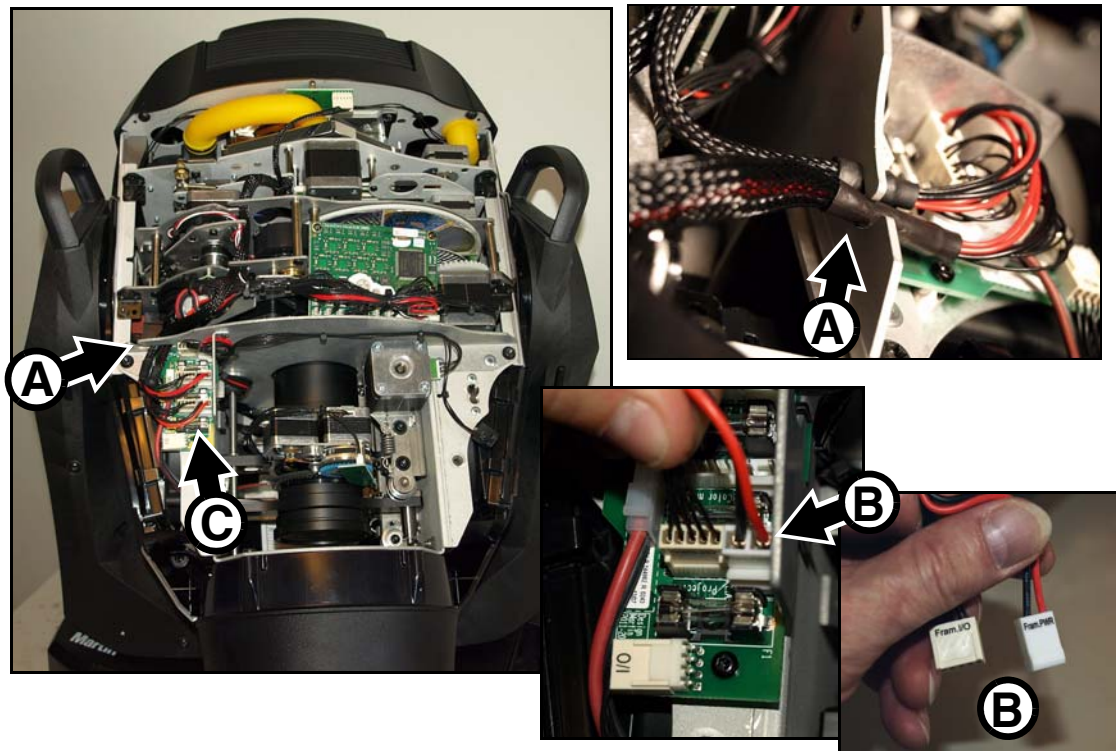

Figure 14: Déconnexion du module de découpe
2. Voir Figure 14. Dégagez les faisceaux du passe câble **A** dans le châssis du module zoom/net et débranchez les deux connecteurs **B** de l'embase **Projection** et les connecteurs du module de trichromie de l'embase **Color Mixing** sur la carte d'interface **C**.